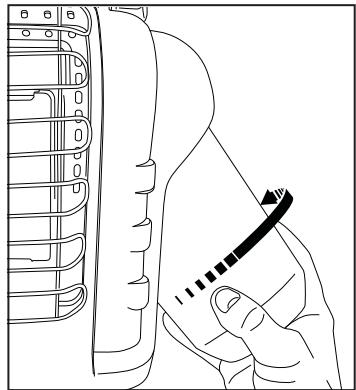

Figure 2 : Attaché au réservoir du carburant
• Pour utiliser avec du propane : Le régulateur pivotant vers l'extérieur pour l'installation du réservoir facile. Visser la cartouche d'alimentation de (1 livre= 465g) du gaz Propane jetable (G31) dans le sens horaire (à partir du bas) dans le réchauffeur portatif jusqu'à ce qu'il soit serré; voir Figure 2. N'utilisez un produit d'étanchéité sur cette connexion.